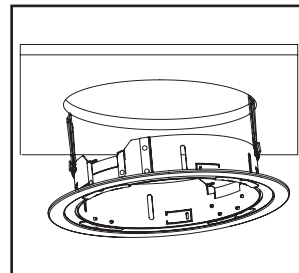

Figura 27.
3. Utilice la abertura del techo o alojamiento para mantener los muelles de montaje del Paso 2 en forma vertical y empuje los otros 2 muelles de montaje en posición vertical; luego, inserte el anillo en el techo (Figura 27.).